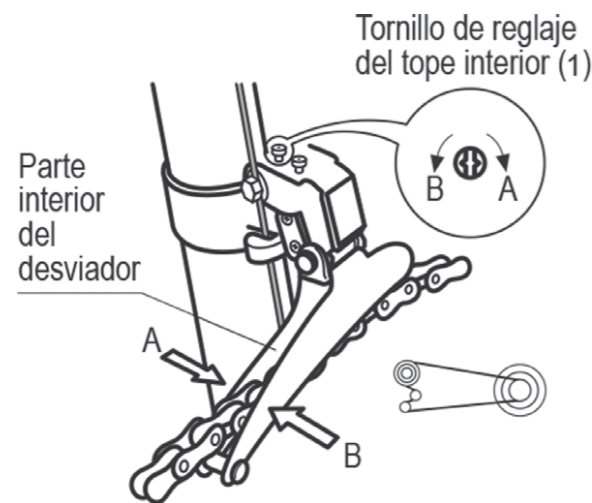

Figura 2
- A. Coloque la cadena, cambio y desviador en posición de forma que la cadena esté situada en el plato delantero pequeño y en el piñón más grande ajuste el tornillo (1) de la figura 2 hasta que la cadena se acerque al máximo a la parte interior interna del desviador sin llegar a rozar, girando las bielas.